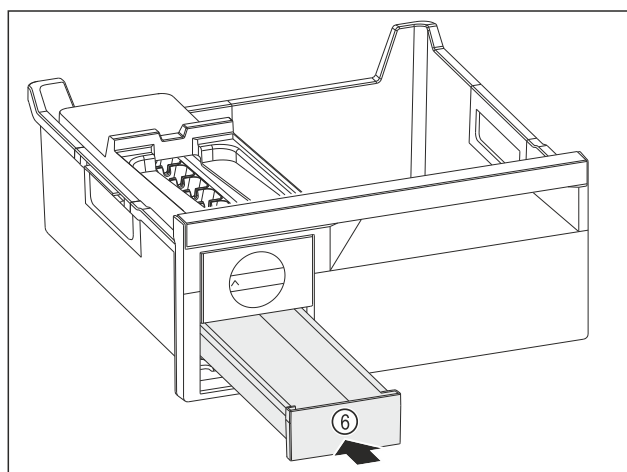

Fig. 88
- ▶ Insérer le compartiment à glaçons Fig. 88 (6).